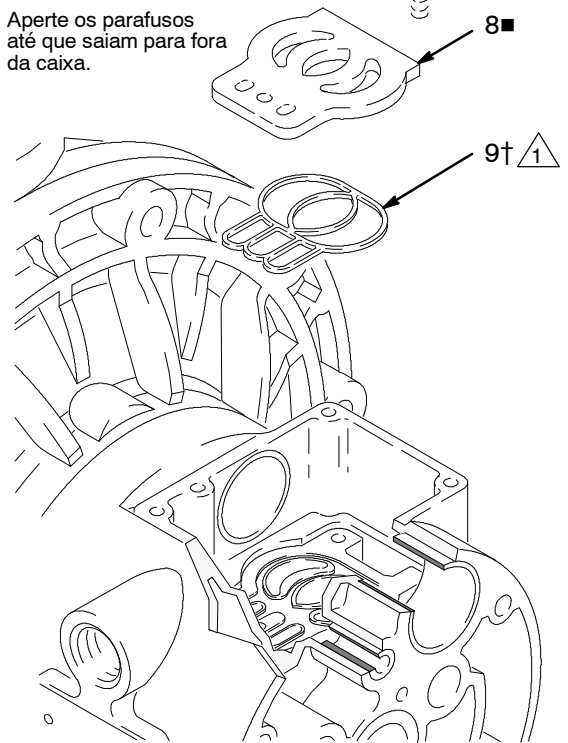

Fig. 10
5. Verifique a placa da válvula (8) no lugar. Se danificados, use uma chave de fenda Torx (T20) ou uma chave de tubo de 7 mm (9/32 pol.) para remover os três parafusos (3). Remova a placa da válvula (8) e, apenas nos modelos com caixa com centro em alumínio, retire o selo (9†). Ver Fig. 10.
2. Em modelos de caixa com centro em alumínio, instale o selo da placa da válvula (9†) no encaixe na parte inferior da cavidade da válvula. O lado arredondado do selo **tem de estar virado para baixo** na ranhura. Ver Fig. 10.
3. Instale a placa da válvula (8■) na cavidade. Em modelos de caixa com centro de alumínio, a placa é reservável, para que os dois lados possam estar virados para cima. Instale os três parafusos (3), utilizando uma chave de fenda Torx (T20) ou uma chave de fendas ou Chave de tubo de 7 mm (9/32 pol.) Aperte os parafusos até que saiam para fora da caixa. Ver Fig. 10.